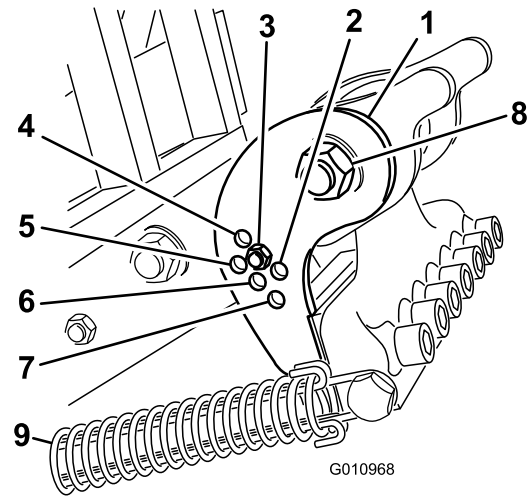

Figura 27
Defina o suporte da inclinação (Figura 27) para a posição correcta com base no comprimento dos dentes a utilizar. A paragem da cabeça está definida numa das posições pré-determinadas ao escolher o furo através do qual a alavanca de ajuste é aparafusada. Estes furos são apenas predefinidos; por exemplo, ao utilizar um dente de 25 cm numa posição de 30 cm, poderá obter um acabamento mais suave; dependendo da aplicação.
3. Liberte a tensão da mola para a cabeça do dente (Figura 27).
4. Retire a porca e o parafuso dos orifícios de ajuste no suporte da inclinação (Figura 27).
5. Solte o parafuso de articulação da cabeça do dente (Figura 27).